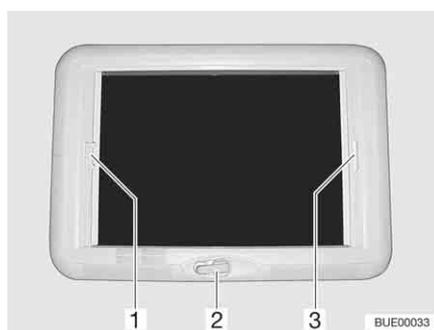

Fig. 93 Clarabóia de manivela
- Abrir:* ■ Gire a manivela (Fig. 93,2), até se sentir resistência (ângulo máx. de abertura 70°).
- Fechar:* ■ Puxe o estore opaco plissado pelo manípulo (Fig. 93,3) e largue na posição pretendida. O estore opaco plissado fica parado nessa posição.
- Fechar:* ■ Puxe a mosquiteira pelo manípulo (Fig. 93,1) e largue-a na posição pretendida. A mosquiteira fica parada nessa posição.